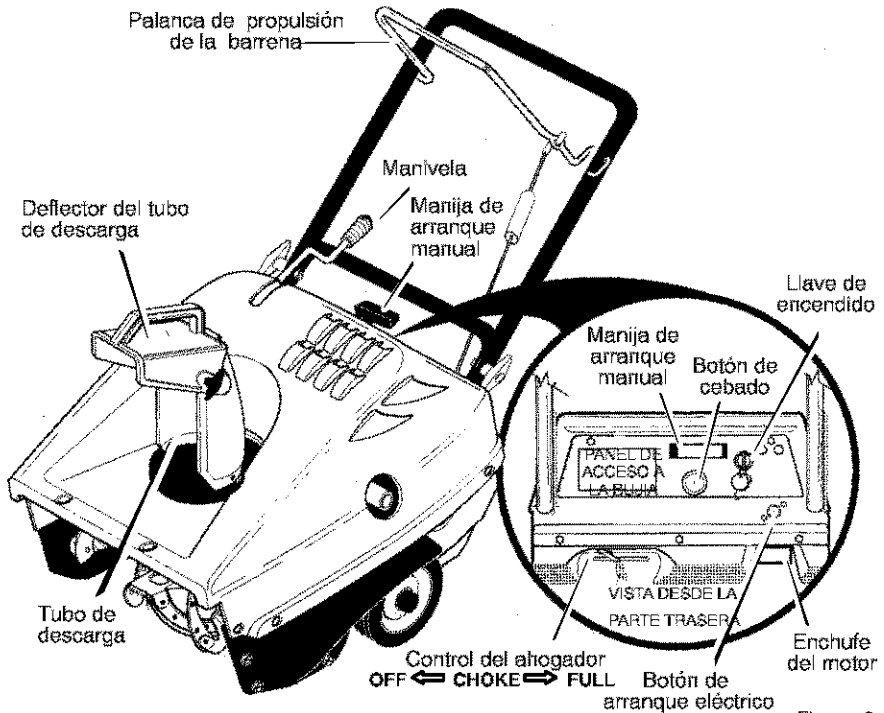

Figura 2
1. Para detener la descarga de nieve, suelte la **palanca de propulsión de la barrena**. Figura 2.